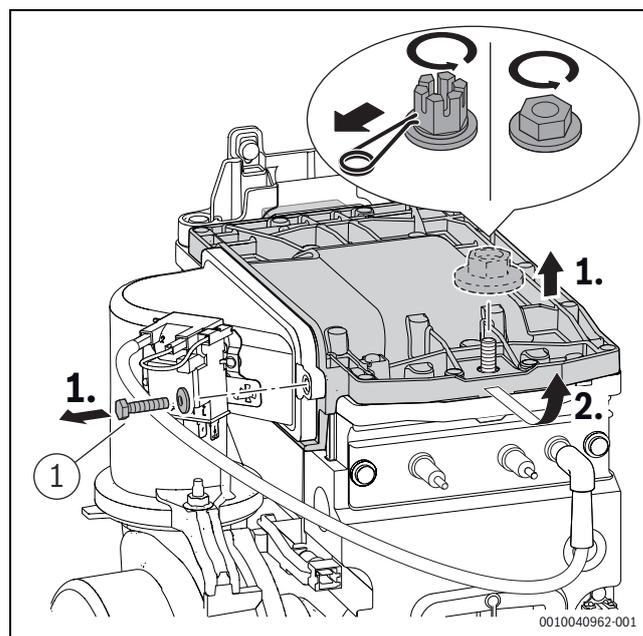

Fig. 203 Smontaggio del coperchio del bruciatore
- Serrare la vite ([1], fig. 203) sul coperchio del bruciatore a $5,5+0,5$ Nm.